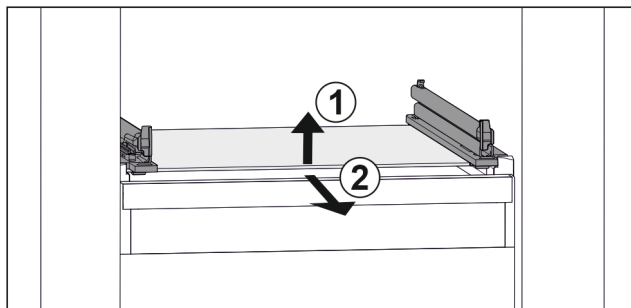

Fig. 100 Примерное отображение стеклянной пластины
- ▶ Приподнимите стеклянную пластину спереди. Fig. 100 (1)
- ▶ Извлеките стеклянную пластину движением вперед. Fig. 100 (2)